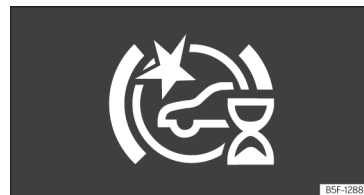

Fig. 149 No ecrã do painel de instrumentos: indicação de autocalibração inicial do sistema.
- Durante os primeiros instantes de condução após ligar a ignição, devido à autocalibração inicial do sistema. Durante esta fase, notificar-se-á com a seguinte indicação no ecrã do painel de instrumentos»» **Fig. 149**.
O Front Assist ativa-se quando se liga a ignição. Quando ligar o veículo, o Front Assist pode não estar disponível durante um curto prazo de tempo enquanto o sistema arranca. Durante esse tempo, mostrar-se-á o seguinte ícone no ecrã do painel de instrumentos »» **Fig. 149**.